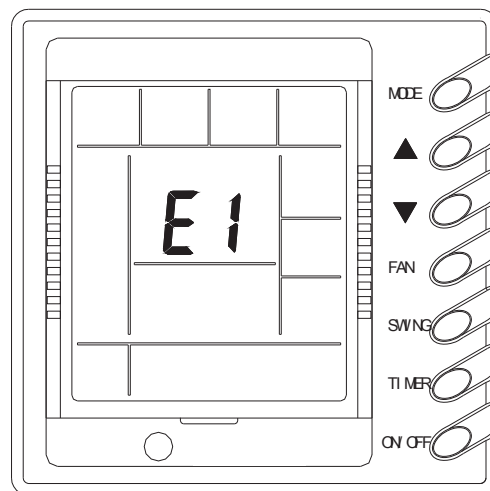

Рис. 9
8) Сигналы о неполадках (Рис. 9)
- ❖ Если возникла неисправность кондиционера, ее код появляется в зоне дисплея, где обычно отображается температура воздуха. На рис. 9 показан код неисправности E1 – значит, сработала защита компрессора по высокому давлению